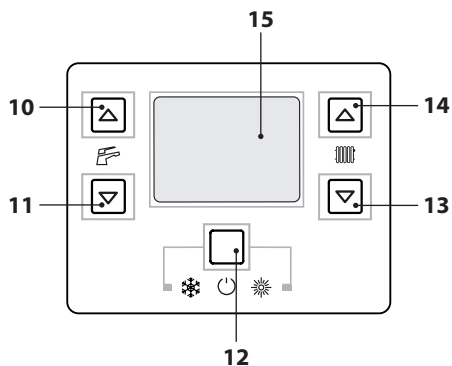
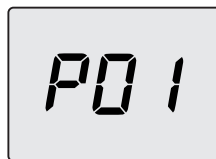
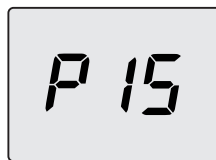

Figura 5.31
Figura 5.32
Figura 5.33
• Entrare in "modalità programmazione" premendo contemporaneamente per 10 secondi i tasti 12-13-14 (Figura 5.31) fino a far apparire sul display LCD le lettere **P01** che si alternano con il valore del parametro, indicanti l'entrata nel "parametro 01" (Figura 5.32).
- Scorrere i vari parametri utilizzando i tasti 13 o 14 fino a far apparire sul display LCD le lettere **P15** che si alternano con il valore del parametro, indicanti l'entrata nel "parametro 15" (Figura 5.33).
- Premendo il tasto 12 (Figura 5.31) si ottiene la conferma del valore inserito.
- Premendo contemporaneamente i tasti 12 e 13 (Figura 5.31) si esce senza modificare il valore (ritorno alla lista parametri Figura 5.33).
- Premendo contemporaneamente per 10 secondi i tasti 12-13-14 (Figura 5.31) si esce dalla "modalità programmazione".
Comunque se la temperatura ambiente non dovesse essere confortevole si può aumentare o diminuire la temperatura di mandata dell'impianto riscaldamento di $\pm 15^\circ\text{C}$ agendo sui tasti 13 (diminuzione) e 14 (aumento) (Figura 5.31).